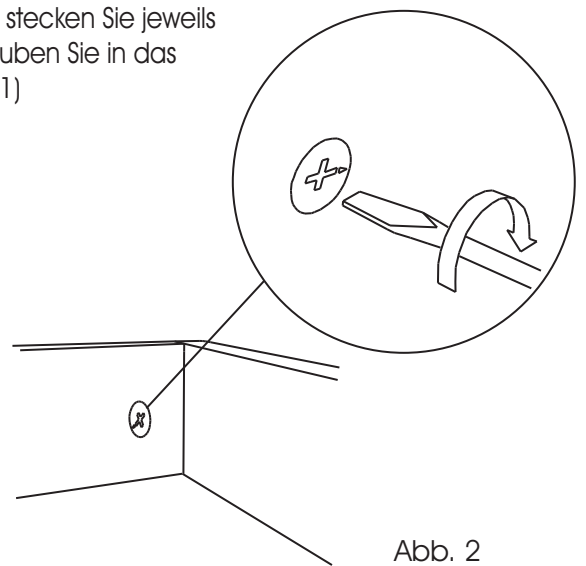

Abb. 2
9. Richten Sie zum Schluss das Paneel mit Hilfe der Stellschrauben an den Hängebeschlägen aus. (Abb. 2)
2. Stecken Sie das Sockelvorderstück und die Sockel-Retouren zusammen und drehen den Excenter fest. (Abb. 2)
3. Verschrauben Sie die Kufen mit je 4 Stück Ø4x25mm RW-Schrauben. Drehen Sie anschließend die Sockelschrauben in die hierfür vorgesehenen Gewindebohrungen der Kufen. (Abb. 2)